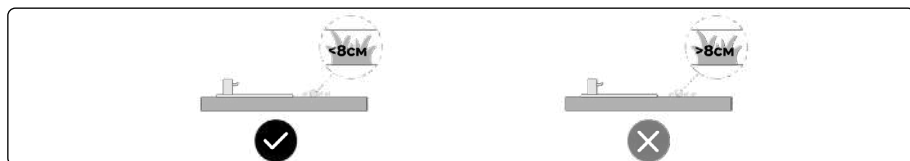

Рис. 8
- Уберите высокую траву - её следует обрезать до 8 см вокруг зарядной станции, а также убрать опавшие листья на зарядной станции. (Рис. 8)